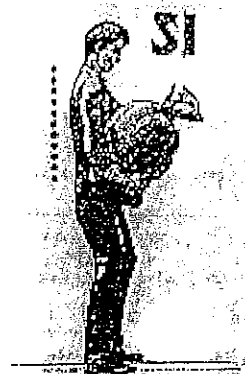

fig 1
- deve rimanere in posizione eretta durante gli spostamenti (fig. 1);